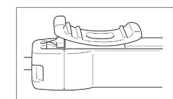

Abbildung 10: Vorwärts-Sperre eingerastet
- o Wenn der Absaugchieber über den distalen Anschlag hinaus bewegt wird, aktiviert dies den Vorwärts-Sperremechanismus. Das Absaugrohr wird in der vollständig ausgefahrenen Position arretiert. In dieser Position wird der Sprühkopf vom Absaugrohr blockiert, und die Vorrichtung fungiert ausschließlich als Absauginstrument (Abbildung 10).